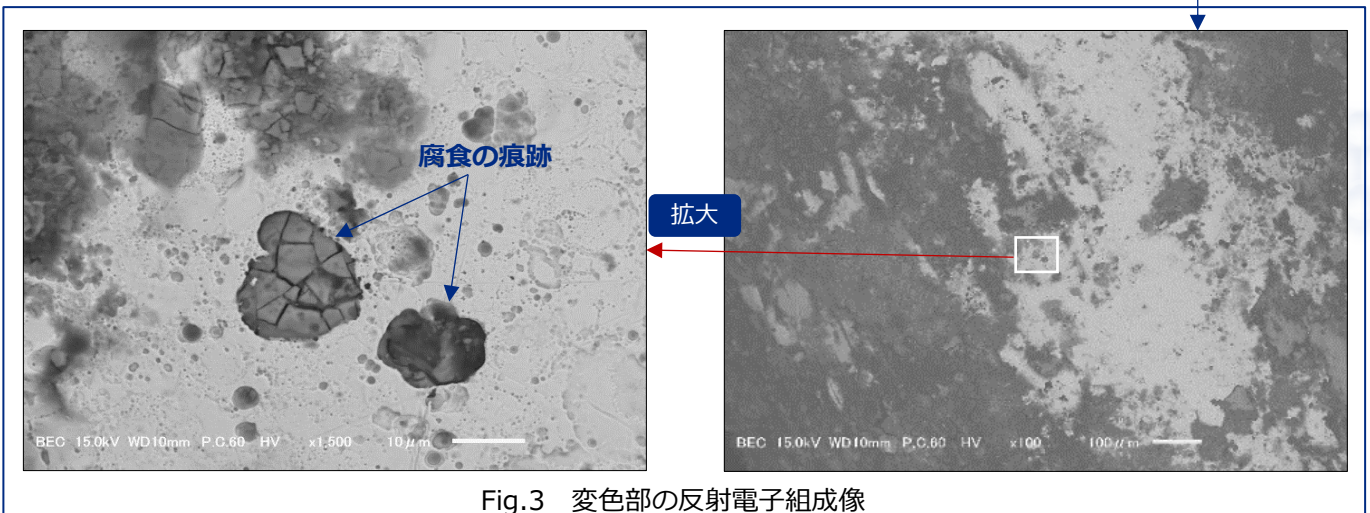

Fig.3 変色部の反射電子組成像
■ 走査電子顕微鏡(SEM)にて観察したところ(Fig.3)、腐食の痕跡が確認されました。基材表面にクレーターのような凹みが見え、その内部には何か詰まっているかのようにも見えます。この様子は腐食の典型的なもので、浸食された金属表面によく見られるものです。